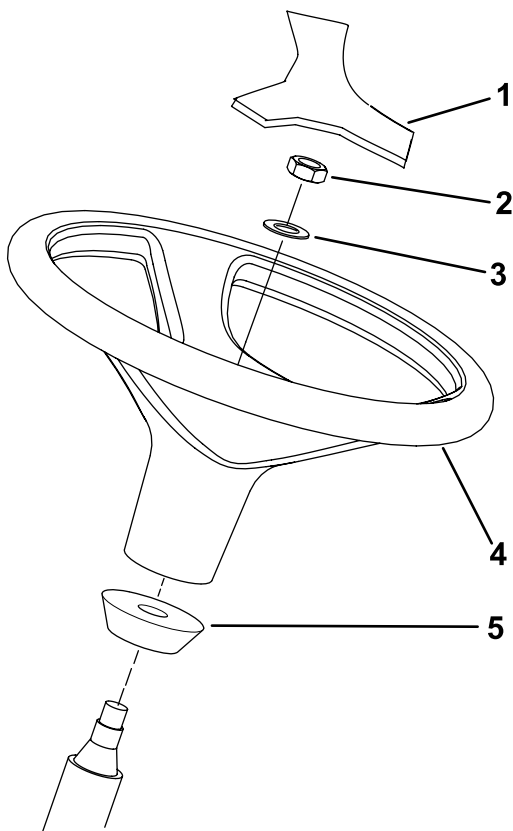

図 10
1. 出荷台からハンドルを外す。 図 10
注 ステアリングシャフトについているウレタン製のカラーは外さないでください (図 10)。
3. ハンドルとワッシャをステアリングシャフトにはめ込む (図 10)。
5. ハンドルにカバーを取り付ける (図 10)。